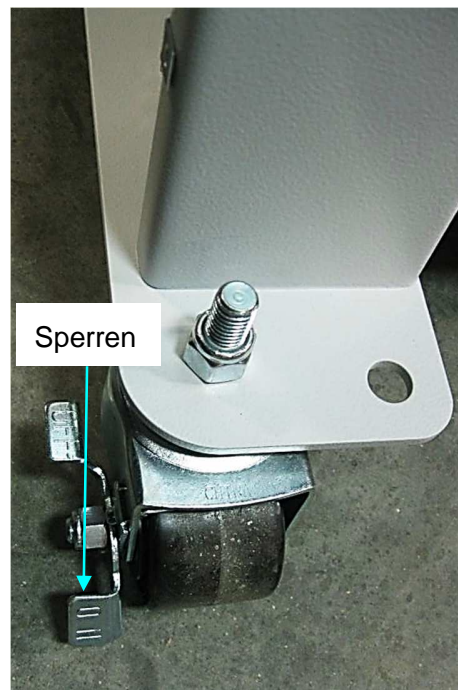

Abbildung 6
5. Verriegeln Maschine in platz per drücken mit Fuß auf den Verriegelungsmechanismus auf die Vorderräder (Siehe Abbildung 6).